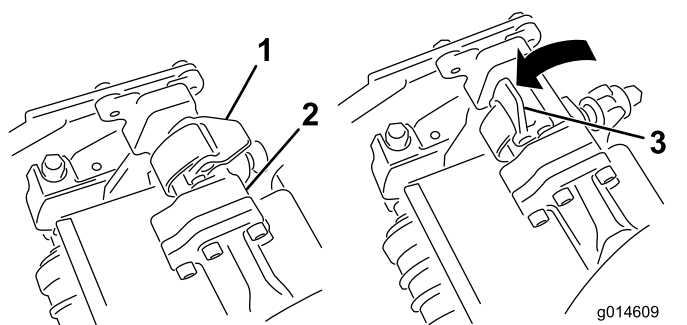
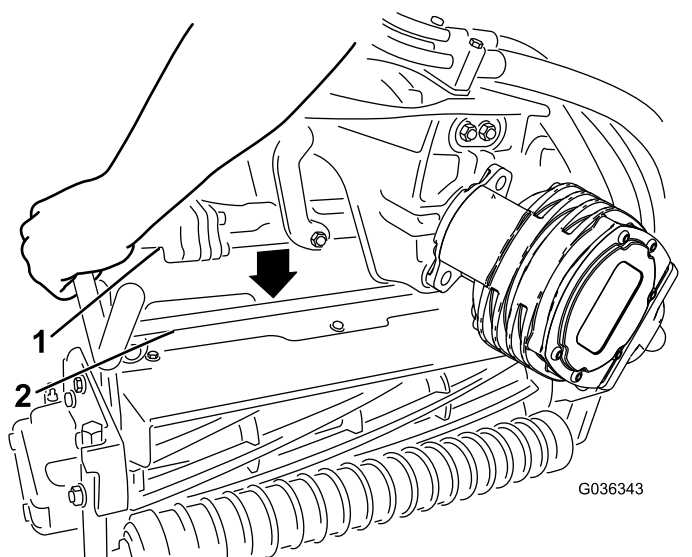

図 62
図 63
4. サスペンションアームのバーについているラッチ 図 62を開き、サスペンションアームを押し下げてバーをカッティングユニットの両方のピッチアームの上におろし、ラッチがカッティングユニットのクロスバーの下にくるようにする 図 63。
6. 取り外したいカッティングユニットのサスペンションアームのバーについているラッチを開く 図 62。